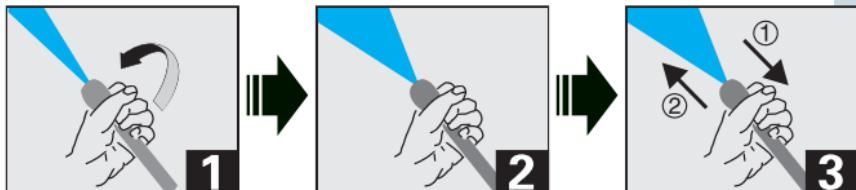
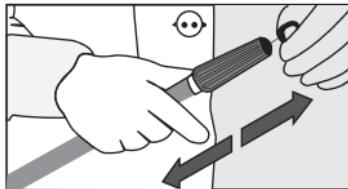

Рисунок 2 – Регулировка струи
Рисунок 3 – Чистка сопла
12. Поверните форсунку, чтобы струя приняла необходимую форму. См. рис. 2(1) и рис. 2(2), если вы будете использовать чистящее средство (для 14.14 и 14.16), нажмите на форсунку в направлении стрелки 2 на рис. 3. Для обычного мытья нажмите на форсунку в направлении стрелки 1 на рис. 2(3).
14. Если сопло засорится, отсоедините распылитель от ручного пистолета и прочистите сопло при помощи штифта, см. рис. 3.